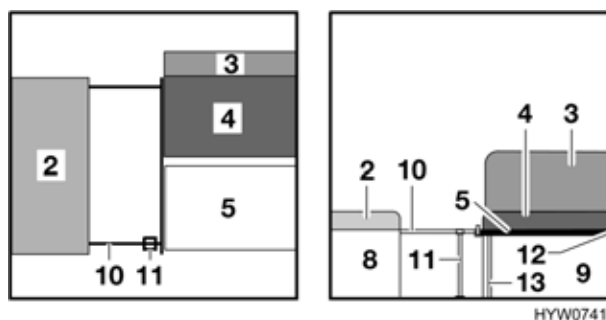

Fig. 91 Durante la trasformazione
- Estrarre il puntello (Fig. 91,11) dal supporto del divano.
- Estrarre la prolunga del cassone letto (Fig. 91,10) del divano fino all'arresto.
- Posizionare il puntello (Fig. 91,11), posizionato sul lato dove la prolunga del cassone letto non poggia sulla dinette centrale, sotto la prolunga del cassone letto.
- Riposizionare il cuscino del divano (Fig. 91,2) sul divano.